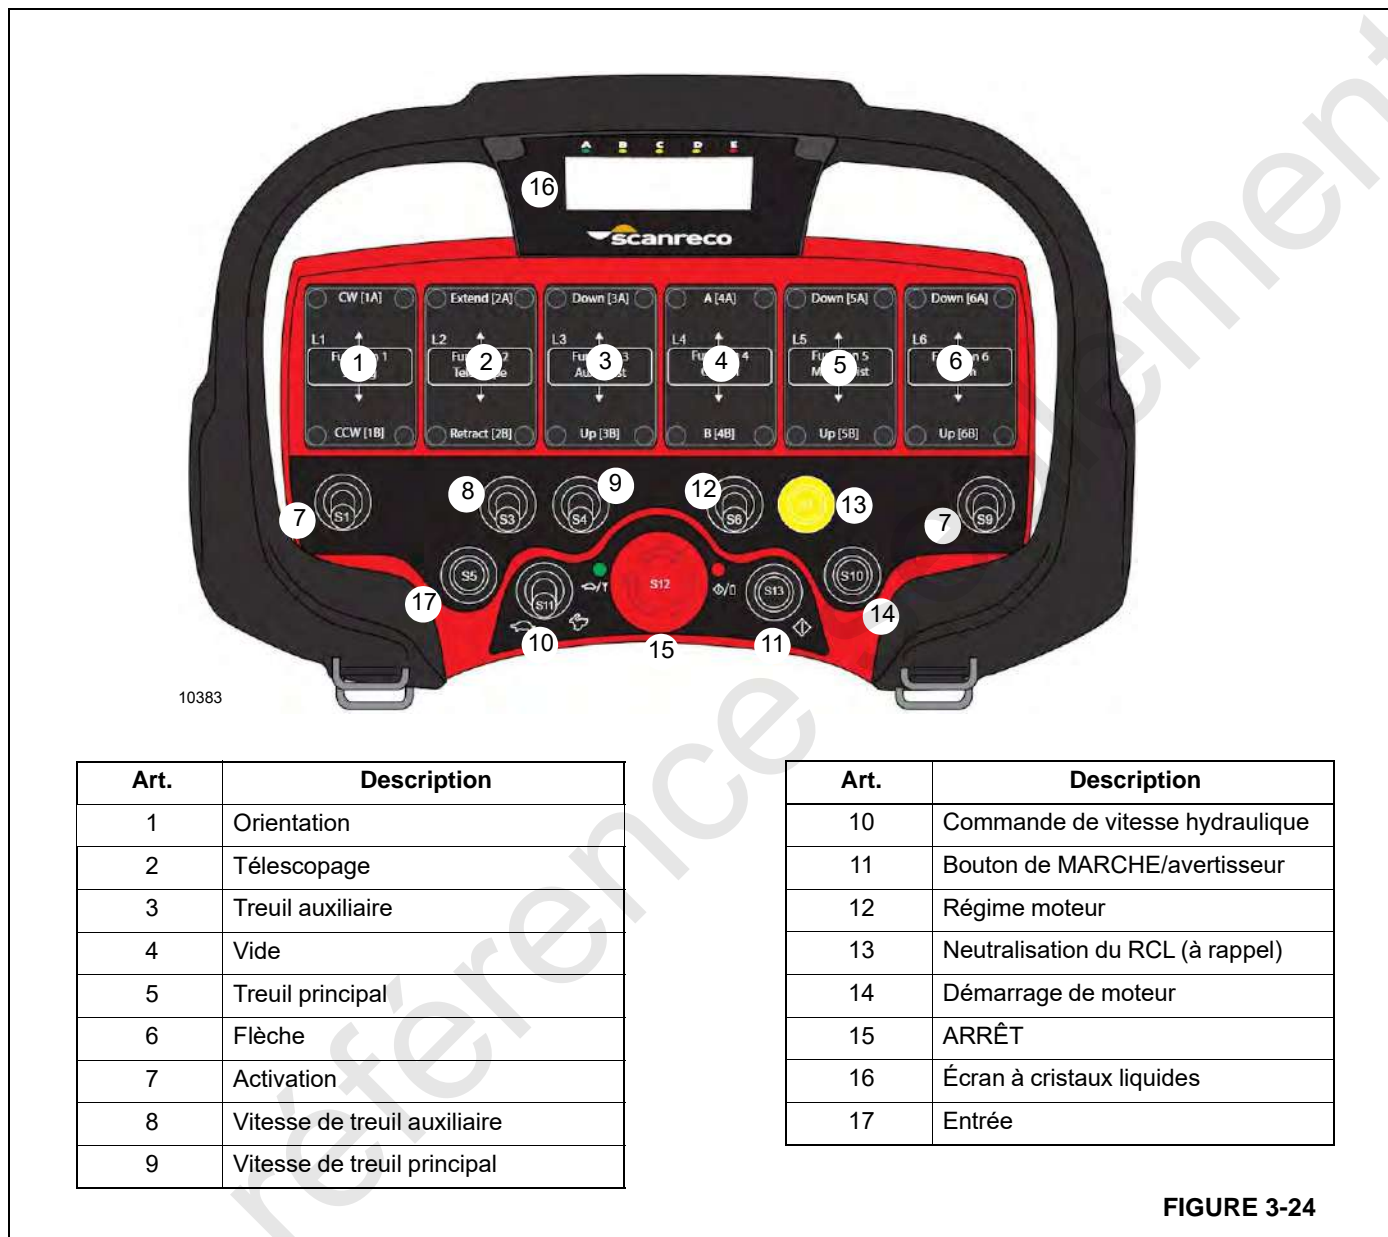

FIGURE 3-24
La télécommande de la grue en option (Figure 3-24) permet la commande complète à distance de la grue. La télécommande des stabilisateurs en option est désactivée lors de l'utilisation de la télécommande de la grue en option.
L'écran à cristaux liquides (16, Figure 3-24) de l'affichage sert à indiquer l'intensité du signal et la charge de l'accu. Le grutier peut consulter des données relatives au RCL. La télécommande de la grue ne peut être utilisée que lorsque la clé de contact de la cabine de la grue est en position de MARCHÉ, le commutateur d'alimentation de la grue en position d'ARRÊT et le commutateur d'alimentation de la télécommande en position de MARCHÉ.
Lorsque l'icône d'accu clignote sur l'affichage de la télécommande (Figure 3-24), les accus sont déchargés et doivent être rechargés ou remplacés immédiatement.
3. Pour que la télécommande puisse être utilisée, il faut activer le bouton d'ARRÊT (15, Figure 3-24) pour mettre l'émetteur en marche.
4. Enfoncer le bouton de marche/avertisseur (2) pour activer la télécommande. L'avertisseur de la grue retentira pour confirmer l'activation de la télécommande.
5. Appuyer sans le relâcher sur le bouton de démarrage du moteur (14) pour démarrer la grue. Il est alors possible d'utiliser la télécommande pour commander la grue.
7. Appuyer sur le bouton rouge d'ARRÊT (11) lorsque l'on a fini d'utiliser la télécommande. Cela arrête la grue.